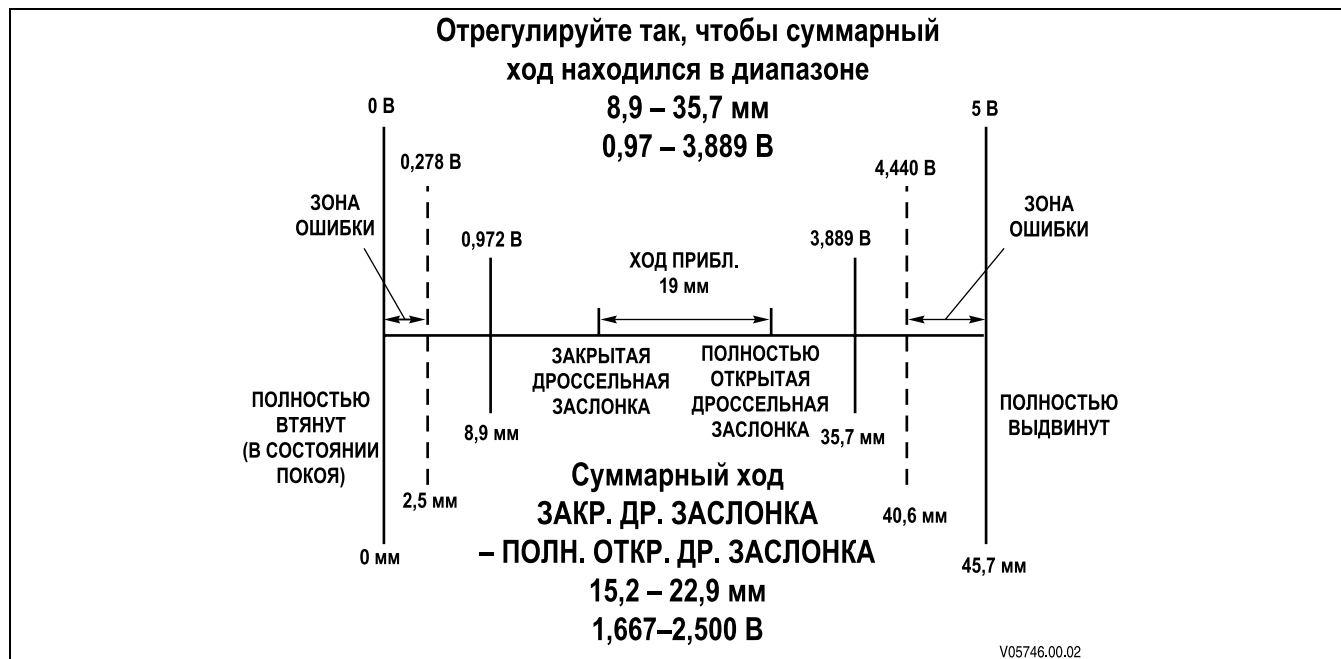
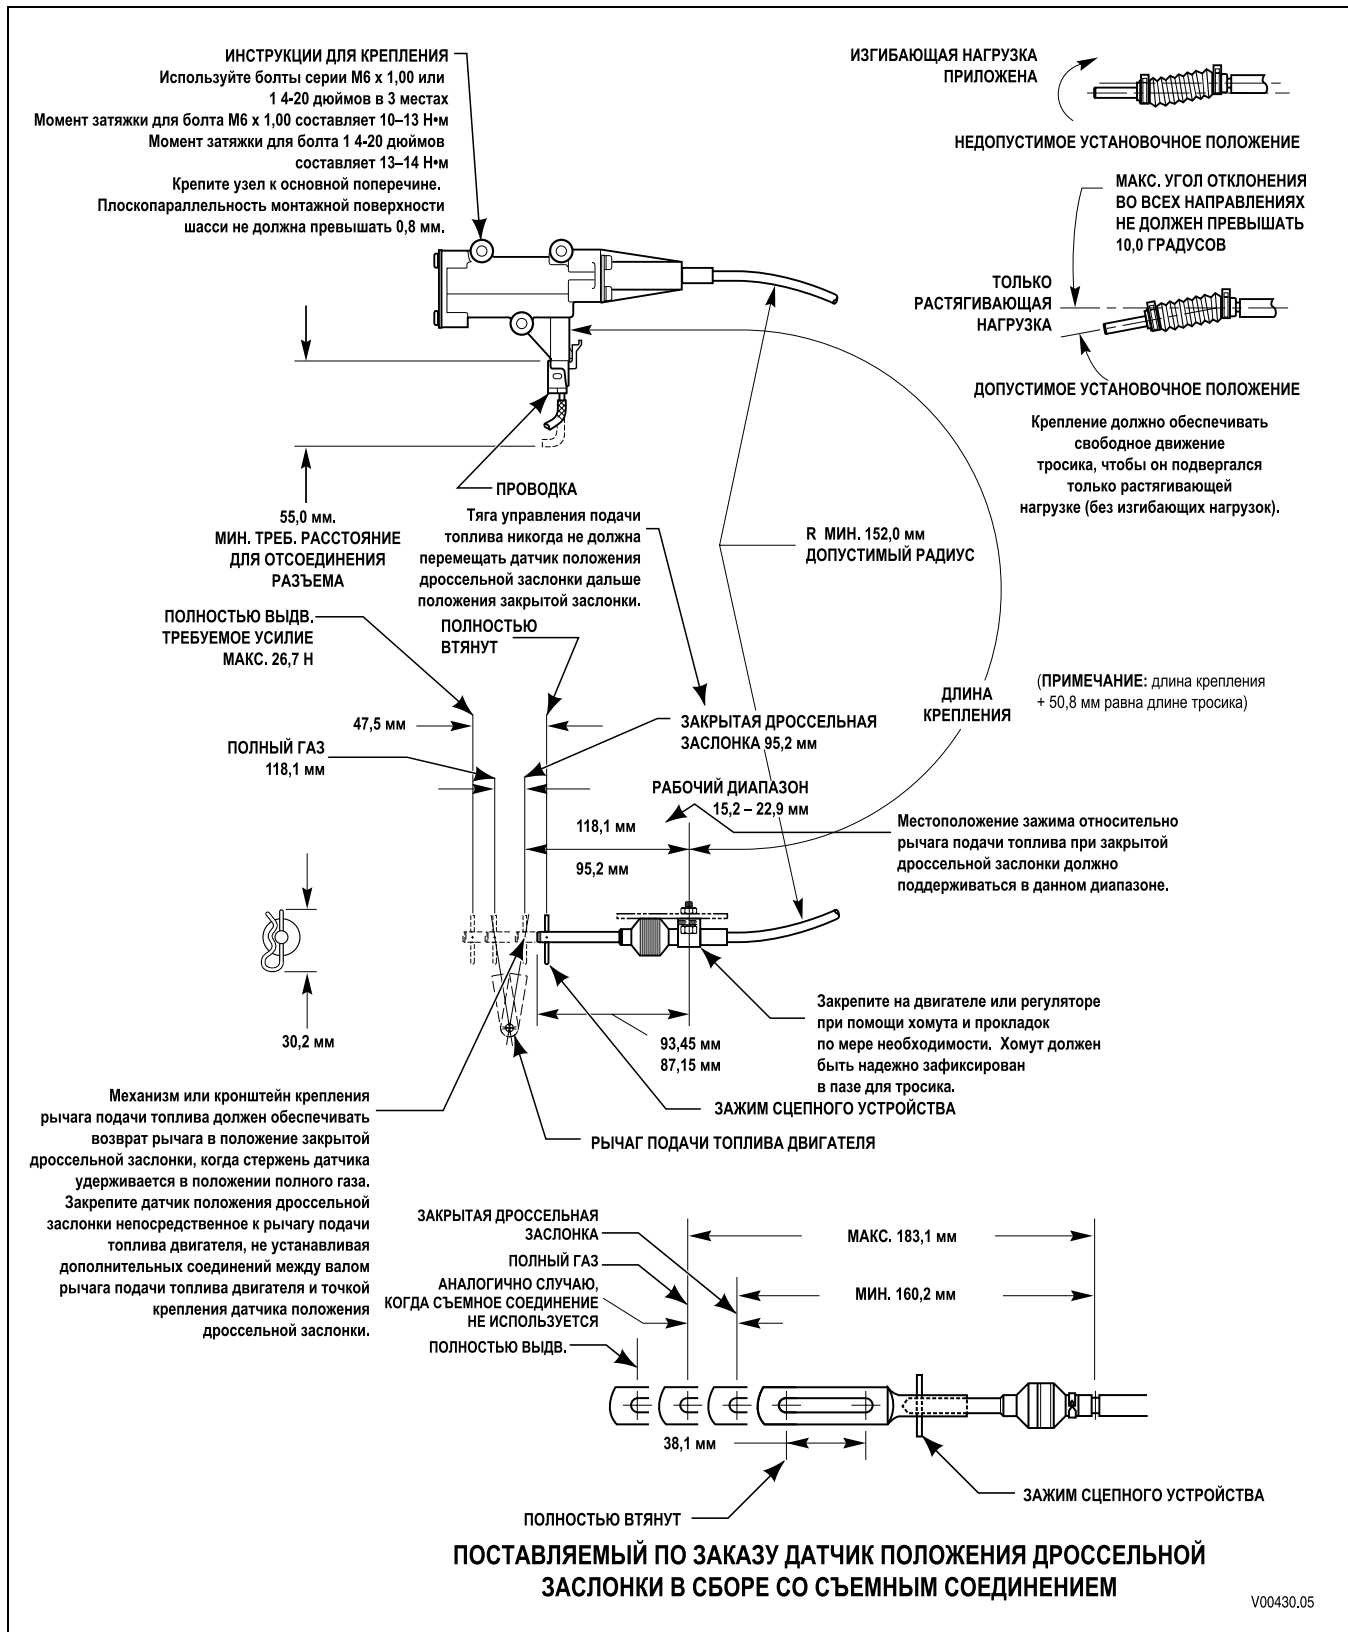

Рис. F-2. Схема определения положения дроссельной заслонки
Рис. F-3. Регулировка датчика положения дроссельной заслонки
- Каждому положению соответствует определенный сигнал напряжения. В TCM это напряжение преобразуется в процент открытия дроссельной заслонки. Один миллиметр хода датчика соответствует приблизительно 0,110 В. На рис. F-2 изображена зависимость напряжения от положения дроссельной заслонки.
Если установка выполнена производителем (рис. F-3), настройка TPS не требуется. Перед выполнением регулировки датчика положения дроссельной заслонки убедитесь, что он установлен в соответствии с техническими характеристиками, указанными производителем. Положение холостого хода — приблизительно 8,9 мм или 0,97 В или более, положение полностью открытой дроссельной заслонки — приблизительно 35,7 мм или 3,889 В или менее. TPS является самокалибрующимся и поэтому не имеет оптимальных значений закрытого или открытого положения дроссельной заслонки. Если длина хода составляет 8,5–35,7 мм, это означает, что TPS настроен правильно. **Необходимо** поддерживать общую длину хода в пределах 15,2–22,9 мм. Проконтролируйте перемещение TPS во время его полного хода, обеспечиваемого средствами управления. Убедитесь в отсутствии отклонений от оси и помех для полного плавного хода датчика. Убедитесь, что положения холостого хода и полностью открытой дроссельной заслонки не находятся в зоне ошибки (рис. F-2). Зонай ошибки считается положение датчика при закрытой дроссельной заслонке, составляющее менее 2,5 мм, а также более 40,6 мм при полностью открытой дроссельной заслонке. Когда датчик перемещается в зону ошибки, в памяти TCM сохраняется DTC. При регистрации кода TPS TCM устанавливает используемые по умолчанию значения параметров настройки дроссельной заслонки, которые могут отрицательно сказаться на качестве переключения передач.